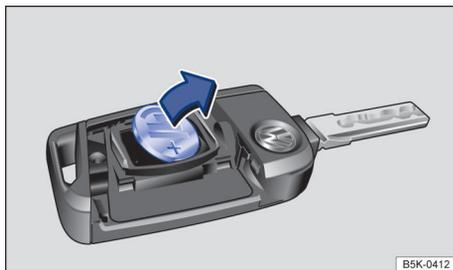

图 23 轿车钥匙：取出旧电池
- 用一合适的扁平器具从电池盒里撬出电池⇒图 23。
- 安放新电池，然后沿⇒图 23 箭头相反方向将其推入电池盒内⇒②。